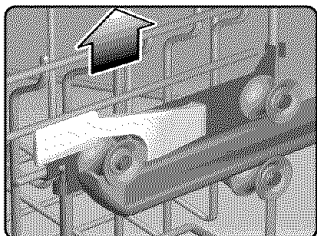

Figure 10/Ilus. 10
- 5) You do not need to press the RackMatic™ handles to raise the rack. Grasp the upper rack by the upper edge and gently pull it upward, as shown in Figure 10, until the RackMatic™ handles lock the rack into position.
- 5) Il n'est pas nécessaire de presser les poignées RackMaticmc pour soulever le panier. Saisir le panier supérieur par le bord supérieur et délicatement le tirer vers le haut, figure 10, jusqu'à ce que les poignées RackMaticmc se verrouillent en position.
- 5) No es necesario que oprima las manillas del RackMaticTM para elevar el estante. Agarre el estante superior por la orilla superior tal como muestra la Ilustración 10 y delicadamente jálelo hacia arriba hasta que las manillas del RackMaticTM enganchen el estante en su posición.